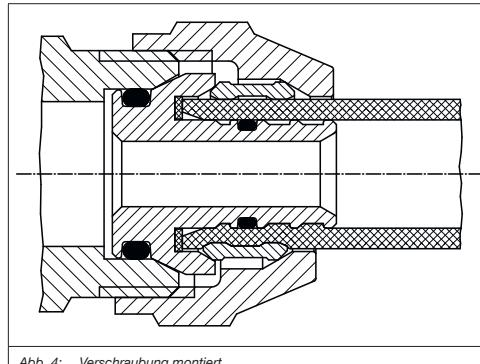

Abb. 4: Verschraubung montiert
- Montieren Sie die Klemmringverschraubung (siehe Abb. 4).